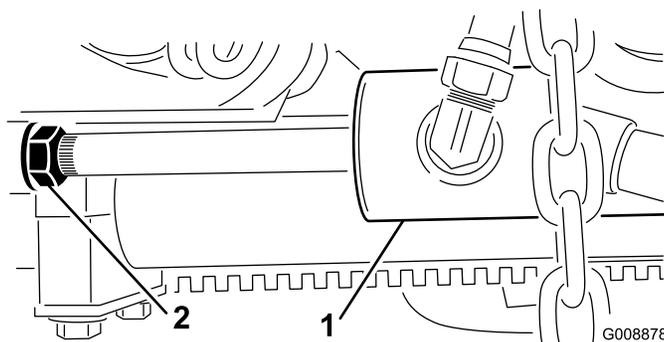

Figura 12
- B. Solte a porca de bloqueio no cilindro (Figura 12).